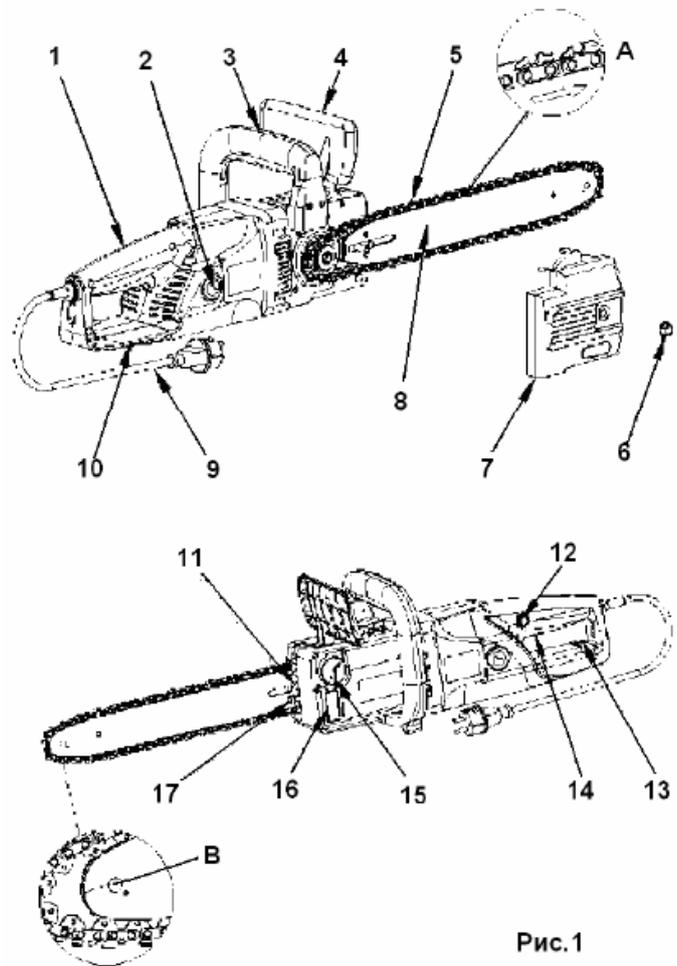
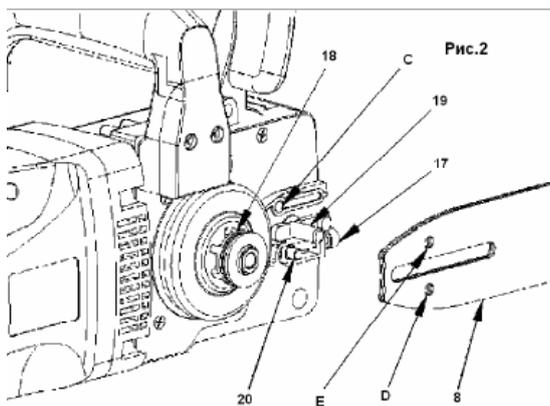

Рис.1
Рис.2
Если вы видите следы масла на цепи , то пила работает нормально. Если на цепи масло отсутствует, то прочистьте масляный выпускное отверстие (Рис.2), верхнее отверстие шины и шланг подачи масла, или обратитесь в сервисный центр.
Направляющая шина и пильная цепь поставляются отдельно (в разборном виде). Сначала открутите крепежный винт (6 Рис.1) и снимите крышку, закрывающую натяжной механизм направляющей шины пилы (7 Рис.1). Нижний болт натяжения (20 Рис.2), должен находиться по центру прорези направляющей шины. Если необходимо, более точно отрегулируйте натяжение цепи с помощью винта (17 Рис.2).
Всегда используйте специальные перчатки для защиты рук при монтаже цепи, проверке натяжения, сборке и разборке. Перед монтажом цепи на направляющую шину, проверьте направление режущих зубцов цепи (заточенная сторона зубцов). Направление движения цепи, указано на крышке (7) (Рис 3). Для того, чтобы определить направление пиления, если необходимо, переверните ее (5). Надевая цепь на шину, держите пилу с направляющей шиной (8) вертикально, концом шины вверх (5). Монтаж цепи начинайте с наконечника шины (8). Монтаж цепи на шину начинайте следующим образом: Установите направляющую шину с пильной цепью на болт (19) и на болт регулировки натяжения цепи (20). Наденьте цепь на звездочку (18) Проверьте еще раз правильное направление установки цепи (См. Рис. 1). Наденьте крышку (7 Рис.1), и закрутите крепежную гайку (6 Рис.1) гаечным ключом. Теперь цепь смонтирована на направляющую шину правильно.
Убедитесь, что цепь (5) находится в пазах направляющей шины (8) (Рис.1 а). Используя шестигранный ключ, поверните винт регулировки натяжения цепи (17) по часовой стрелке до тех пор, пока цепь не будет правильно натянута. Во время затягивания винта (20), направляющую шину необходимо держать вертикально вверх. Проверьте натяжение цепи еще раз (См. Рис. 3). Не натягивайте цепь очень туго. В холодную погоду цепь должна приподниматься от направляющего бруска приблизительно на 5 мм. Затяните туго контргайку (6).
Чтобы предотвратить попадание грязи в масляный бачок, протрите крышку бачка (22) перед тем как ее открыть. Следите за уровнем масла в масляном бачке в процессе пиления, уровень масла смотреть в окошечке (16 Рис.1, 4). После доливки масла, плотно закрутите крышку бачка и вытрите пролитое масло.